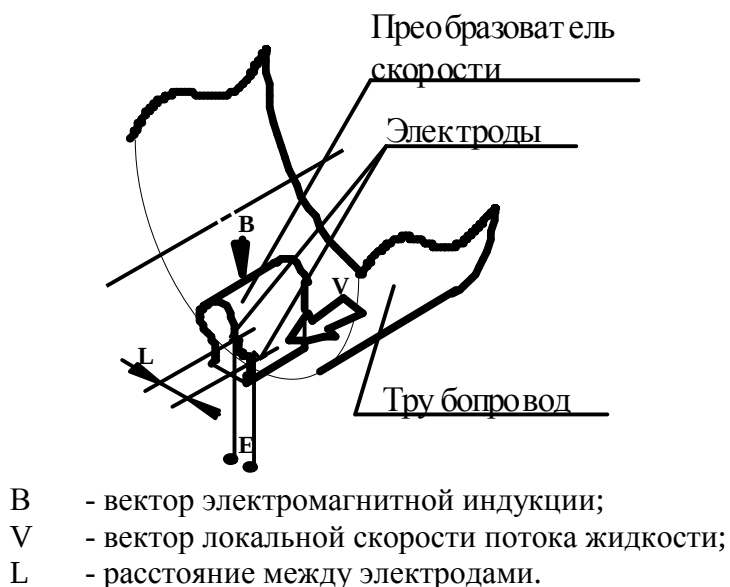

Рис. 1. Принцип работы электромагнитного преобразователя скорости
1.7.1.2. Для измерения значения объемного расхода в теплосчетчиках используются электромагнитные преобразователи скорости. Принцип работы электромагнитного преобразователя скорости основан на явлении электромагнитной индукции - наведении электродвижущей силы (э.д.с.) в проводнике (потоке электропроводящей жидкости), движущемся в магнитном поле (см. Рис.1). При этом на электродах преобразователя наводится э.д.с., величина которой, согласно закону Фарадея, пропорциональна локальной скорости потока, обтекающего преобразователь, и напряженности магнитного поля, создаваемого преобразователем. При постоянном значении индукции магнитного поля, значение э.д.с. зависит только от скорости потока жидкости и, следовательно, от объемного расхода. Для снижения влияния эффекта электрохимической поляризации электродов, с одной стороны, и исключения влияния на э.д.с. изменения индукции, с другой, магнитное поле должно быть квазистационарным, т.е. оставаться в течение достаточно долгого времени (не менее 100 мс) постоянным и, при этом, периодически изменять направление на противоположное. Измерение наведенной э.д.с. производится в течение каждой из полувольт в стационарном режиме, т.е. после окончания переходного процесса. В паузе между полуволнами производится автоматическая коррекция нуля преобразователя. Поскольку сигнал от первичного преобразователя расхода имеет весьма малую амплитуду (от единиц микровольт) при низком соотношении сигнал/шум, то для его усиления и последующей обработки применены специальные схемотехнические и конструктивные решения, а для связи с электронным блоком используется витая пара в экране.